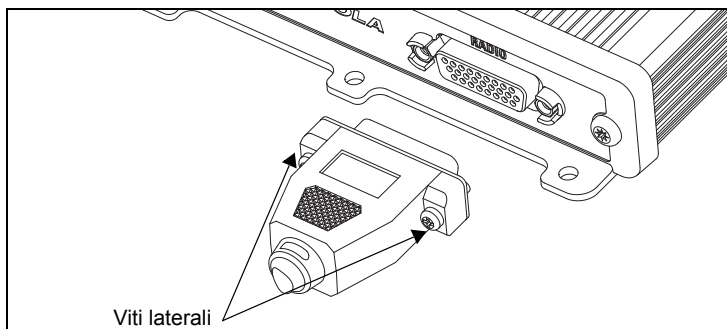

Figura 11: Installazione del cavo da base a scatola di giunzione
2. Fissare il cavo da base a scatola di giunzione (PMKN4169) o il cavo da base a scatola di giunzione con cavo dati USB (PMKN4170) dalla base veicolare avvitando le viti sul connettore della scatola di giunzione del kit veicolare MTP6000 come illustrato nella Figura 11.